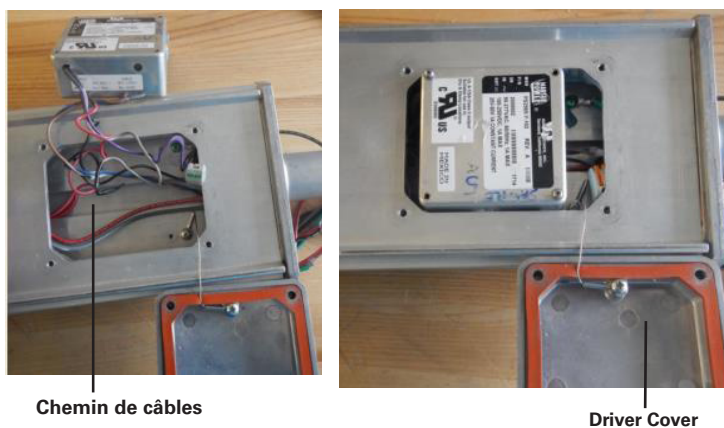

Figure 19
7. Déconnecter les fils d'entrée et de sortie du circuit de commande, puis, le cas échéant, déconnecter les fils du gradateur. (Voir la figure 19.)